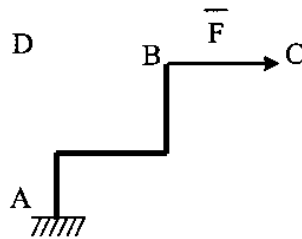

Рис.7
2. Момент силы  $F$  относительно точки  $A$  (рис.7) равен